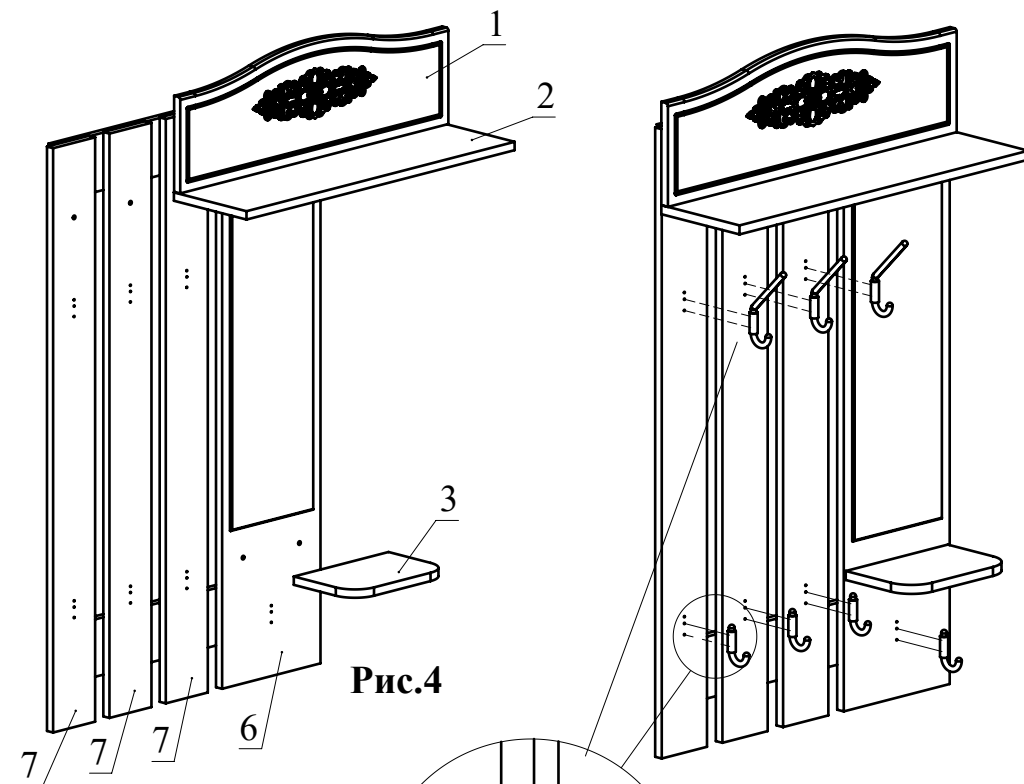

Рис.4
4. Соберите сборку согласно схеме (Рис. 4).